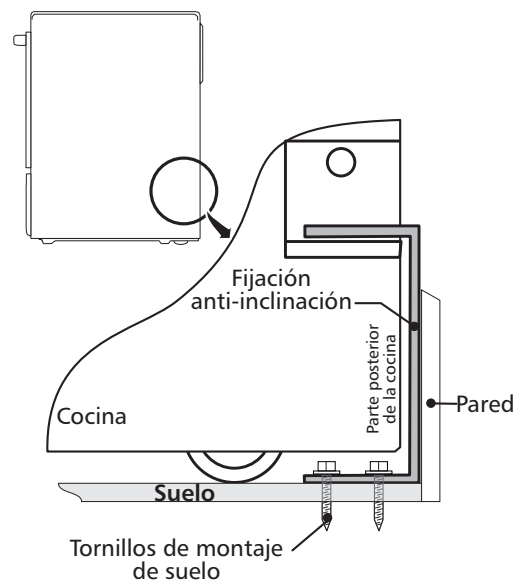

Figura 19
4. Retire el modelo y ubique la abrazadera en el suelo. Alinee los orificios en la abrazadera con las marcas en el suelo y ajuste con los cuatro tornillos provistos. La abrazadera debe quedar fijada al suelo (figura 19) sólido. Si se fija al suelo concreto, primero haga orificios pilotos de un diámetro de 3/16" (0,48 cm), utilizando una barrena para concreto.
6. Deslice la cocina hacia su lugar asegurándose que la pata de centro trasera está completamente segura con el soporte anti-inclinación (figura 19). Baje la cocina ajustando las 4 patas de nivelación hasta que la plancha de cocinar está apoyada en el mostrador. Refiere a la "Nivelación de la cocina" a la página 6.